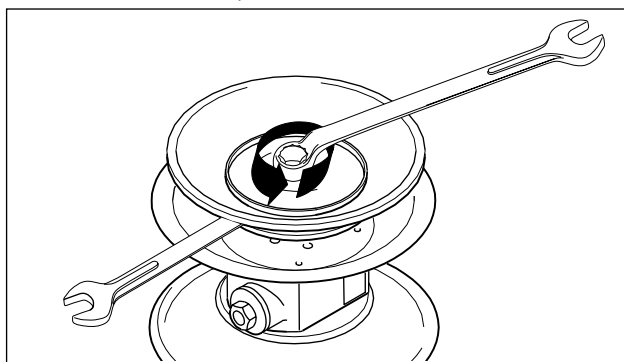

Fig. 10: Smontare il disco del diaframma. (decade con diaframma noppedE4®.)
- Smontare il disco esterno del diaframma ed estrarlo insieme al diaframma (Fig. 10). Nelle pompe in plastica, svitare prima il cappuccio in plastica (da DL25).